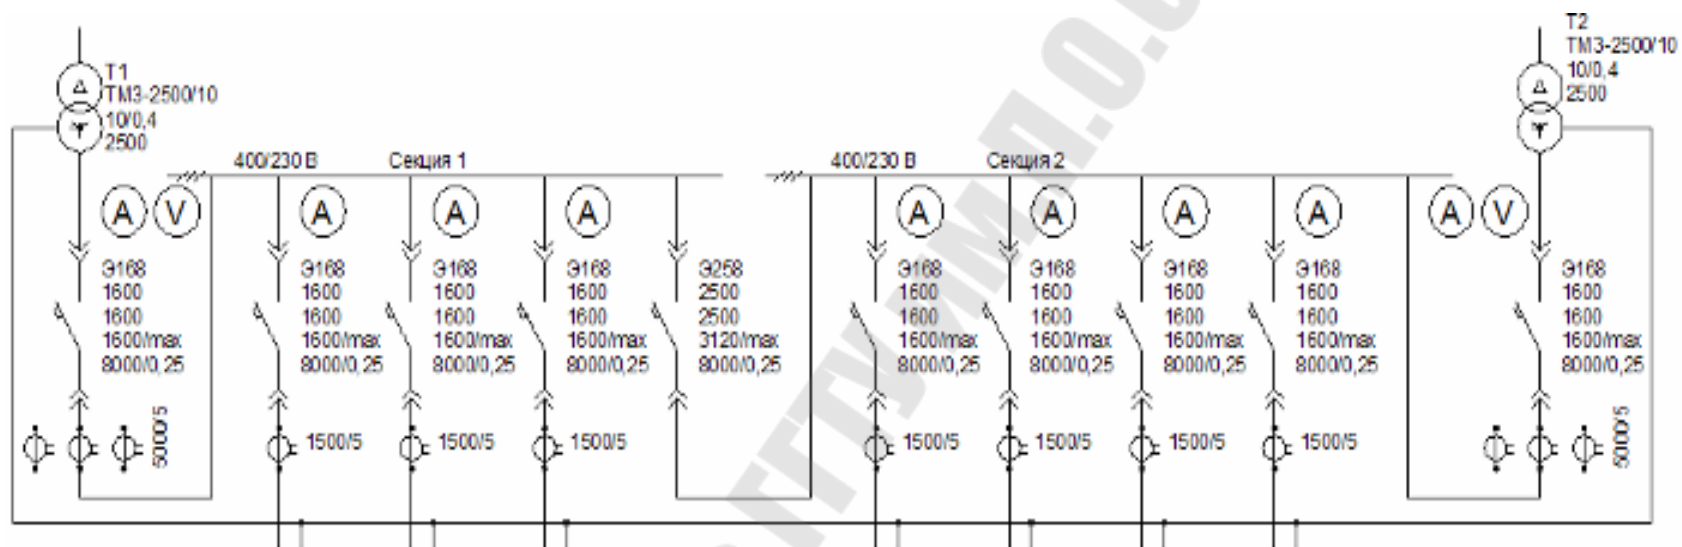

Рис. 5.2. Схема трансформаторной подстанции
6. Создайте новый файл и выполните электрическую схему трансформаторной подстанции (рис. 5.2). При построении повторяющихся элементов схемы используйте команды копирования (обычное, массивом или зеркальное). Условные обозначения должны быть выполнены в соответствии с ГОСТ 2.710-81.